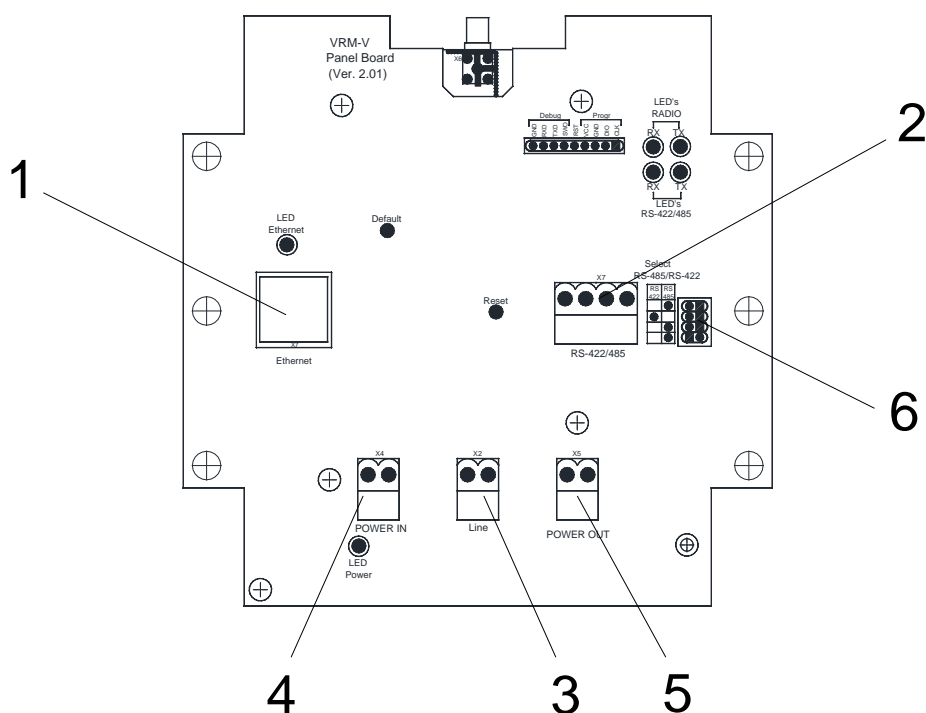

Рисунок 3.2 – Клеммная плата радиомодуля выносного «BPM-V». Расположение разъемов внешних интерфейсов
питания. Клеммная плата **3** также выполняет функцию механической защиты материнской платы **2**. Схема расположения разъемов указана на рис.3.2. Назначение разъемов указано в табл.3.1.
Для подключения радиомодуля «BPM-V» к различным сетям предусмотрены следующие внешние интерфейсы (см. табл.3.1 и рис.3.2):
6.3 Настройки в эксплуатационных условиях радиомодуль «BPM-V» не требует. В зависимости от используемого интерфейса RS422/RS485 – установить джампер **6** (перемычку) согласно «легенде» (см. рис.3.2).
- при помощи отвертки, на винтовые клеммы (рис.3.2 и табл.3.1) подключить соответственно – на клемму **3** искробезопасную линию (от ЛПИ-5), на клемму **2** интерфейсную линию RS422/RS485 (от BPM), на клемму **4** линию питания (от типа БПИ-XXX/24) и на клемму **5** кабель питания (к BPM). Для подключения к искробезопасной IP сети Ethernet - управляемому коммутационному узлу используется разъем RJ-45 **1**;